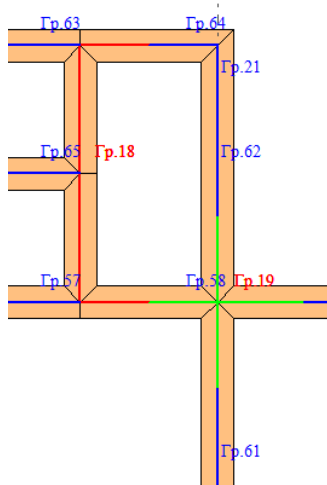

Рис.10.6.3. Объединение участков простенков в группу (фрагмент)
- Укажите на схеме участки Гр.58 и Гр.19, при этом отмеченные участки простенков обозначатся зеленым цветом (рис. 10.6.3).
- Укажите на схеме участки Гр.64 и Гр.21 (рис.10.6.3), при этом отмеченные участки простенков обозначатся зеленым цветом.